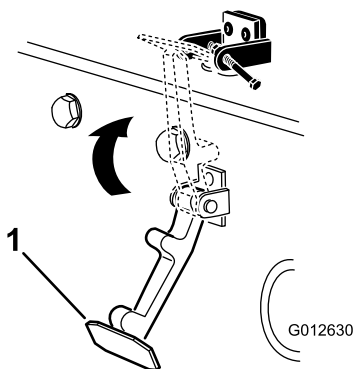

Bild 5
8. Haken Sie den Riegel in die Halterung des Motorhaubenriegels ein (Bild 5).